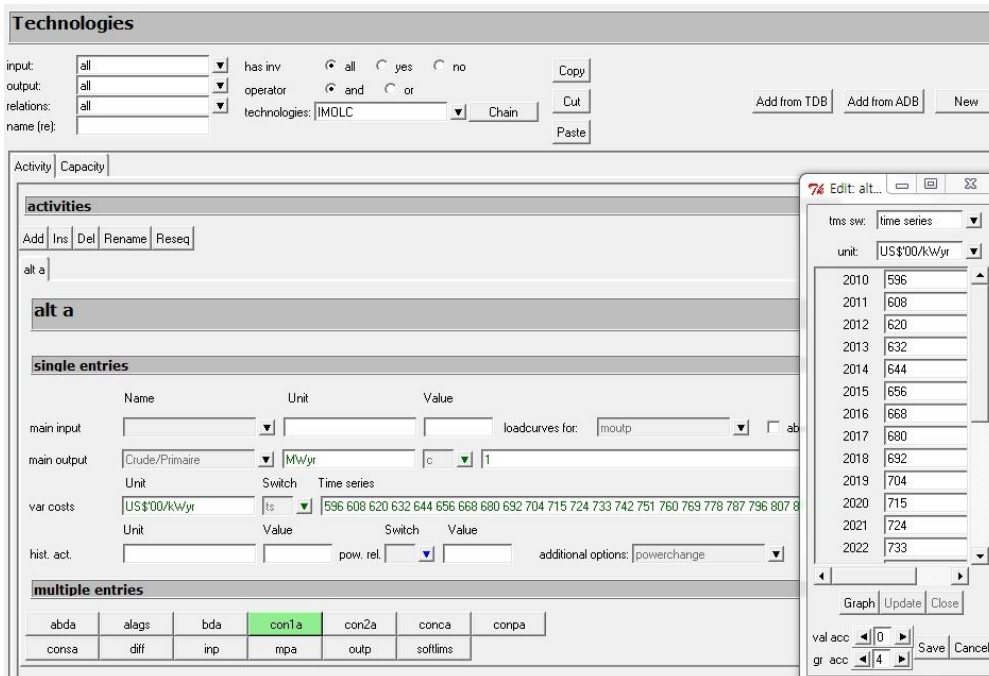

Figure 10. Windows to edit variable cost for import fuel Figure 10. Fenêtre pour éditer les coûts variable du prix du fuel
- a. Select "Technologies" form and click on the dropdown menu of "technologies" to choose one of the technologies (Figure 10). Select "IMOLC" for crude oil, "IMODS" for diesel, "IMOHF" for heavy fuel oil and "IMIElec" for electricity
Sélectionnez "Technologies" et cliquez sur le menu « technologies » pour choisir une technologie (Figure 10). Sélectionnez « IMOLC » pour pétrole, « IMODS » pour gazole, « IMOHF » pour fuel lourd et « IMIElec » pour électricité